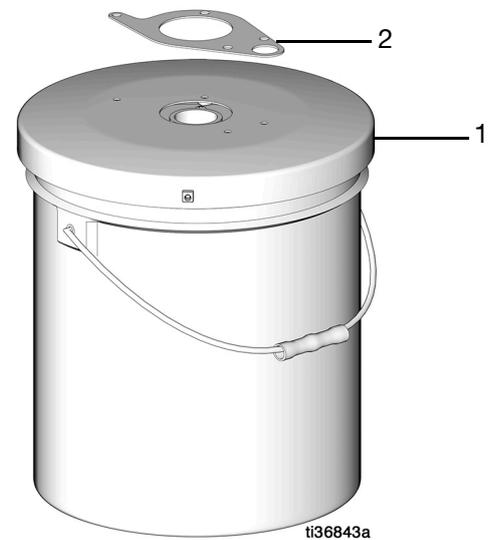

図 7
7. ドラムカバー (1) の中央にガスケット (2) を配置し、穴を揃えてください (図 7)。